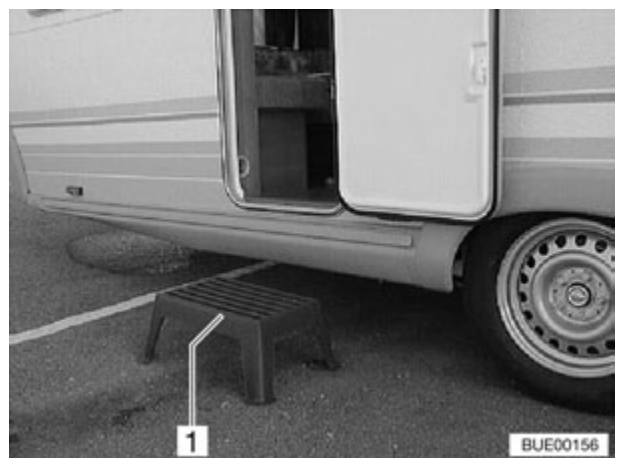

Fig. 9 Escalón de entrada
- ▶ Prestar atención a que el escalón de entrada (Fig. 9,1) esté posado sobre un suelo firme y llano. De este modo se evitará que se vuelque el escalón de entrada.
- Colocar el escalón de entrada (Fig. 9,1) delante de la entrada de la caravana.